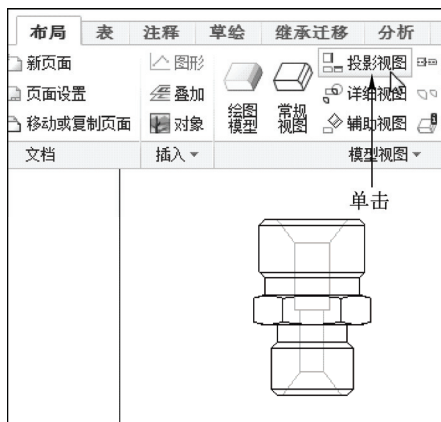

图 14-21 单击“投影视图”按钮
STEP 02 在功能区选项板的“布局”选项卡中, 单击“模型视图”面板中的“投影视图”按钮, 如图 14-21 所示。